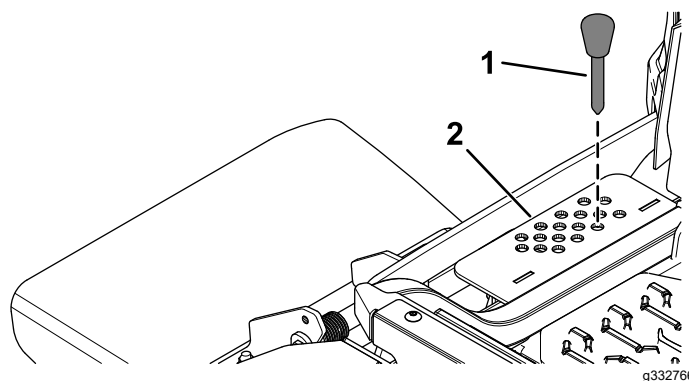

Figura 2
9. Togliete il perno dell'altezza di taglio dalla relativa staffa (Figura 2).